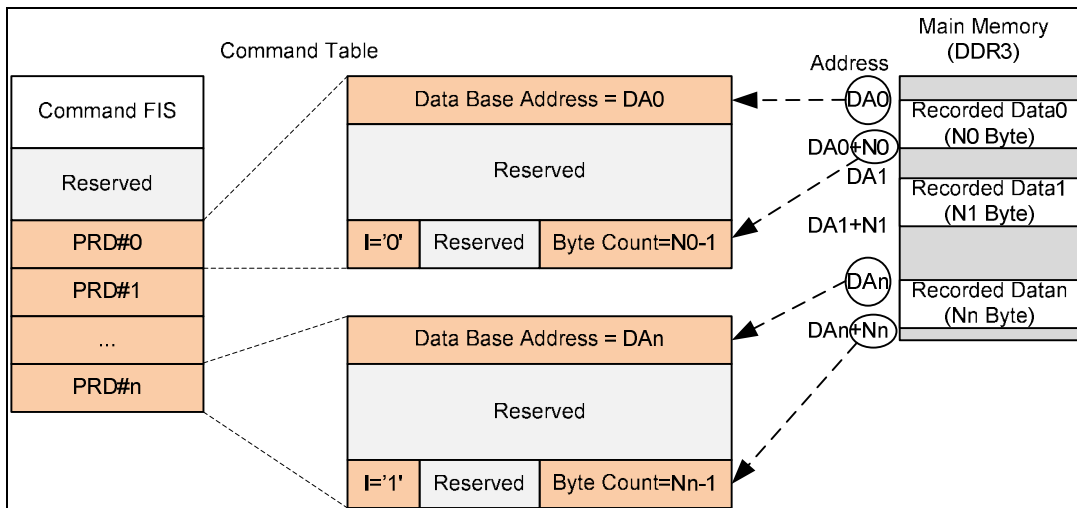

図 3-9: Write DMA Ext コマンドの PRD 設定
- 4) 図 3-9 に示すように、各 PRD のデータ・ベース・アドレスにメイン・メモリ内に格納されているそれぞれの記録データの先頭番地をセットし、またバイト・カウントに各セグメントでのデータ・サイズをセットします。また、最後の PRD では「1」ビットに「1」をセットします。